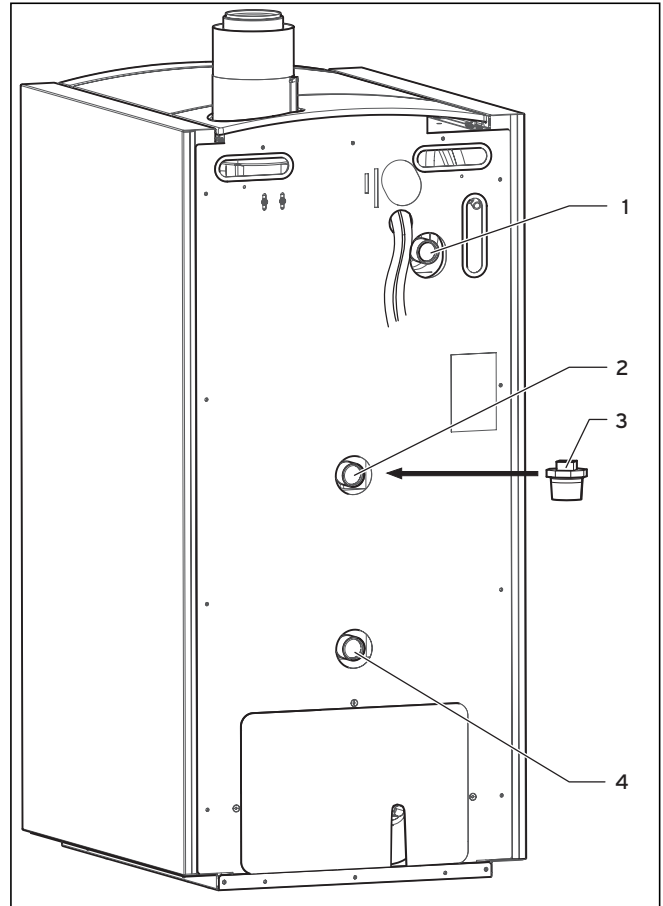

Abb. 5.6 Heizungsseitiger Anschluss ((Pfeil bei 3 verlängert))
- Schließen Sie den Heizungsvorlauf am Heizungsvorlauf-Anschluss (1) an.
- Schließen Sie den Speicherrücklauf, falls vorhanden, an den Speicherrücklauf-Anschluss (2) an. Falls kein Speicher angeschlossen wird, verschließen Sie den Speicherrücklauf-Anschluss mit dem beigelegten Stopfen (3).
- Schließen Sie den Heizungsrücklauf am Heizungsrücklauf-Anschluss (4) an.
- Nutzen Sie zum hydraulischen Anschluss eines Speichers den Speicherrücklauf (2) (siehe Abb. 5.6).